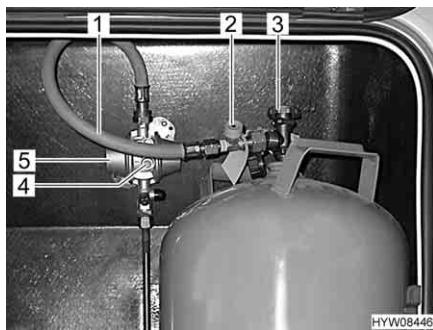

Fig. 50 Raccordo bombola del gas
- Chiudere la valvola principale di arresto (Fig. 50,3) della bombola del gas. Osservare la direzione della freccia.
- Svitare manualmente il tubo del gas (Fig. 50,1), dalla bombola del gas (filettatura sinistrorsa).
- Premere con forza il dispositivo antirottura della tubazione (Fig. 50,2) e tenerlo premuto per ca. 5 secondi.
- Premere con forza il pulsante verde (Fig. 50,4) del regolatore di pressione del gas (Fig. 50,5) e tenerlo premuto per ca. 5 secondi. La sorveglianza della pressione è attivata.